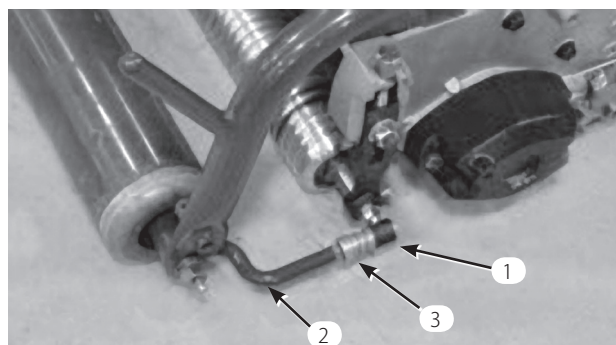

図 12
4. ボールジョイントのスリーブを後ろにずらし、プルアームを下げてソケットをボールスタッドに嵌め合わせる。スリーブから手を離すとスタッドとジョイントが結合する（図12）。
6. ソケットの開口部とボールスタッドの中心を合わせ、ジャムナットを締めてソケットを固定する（図12）。